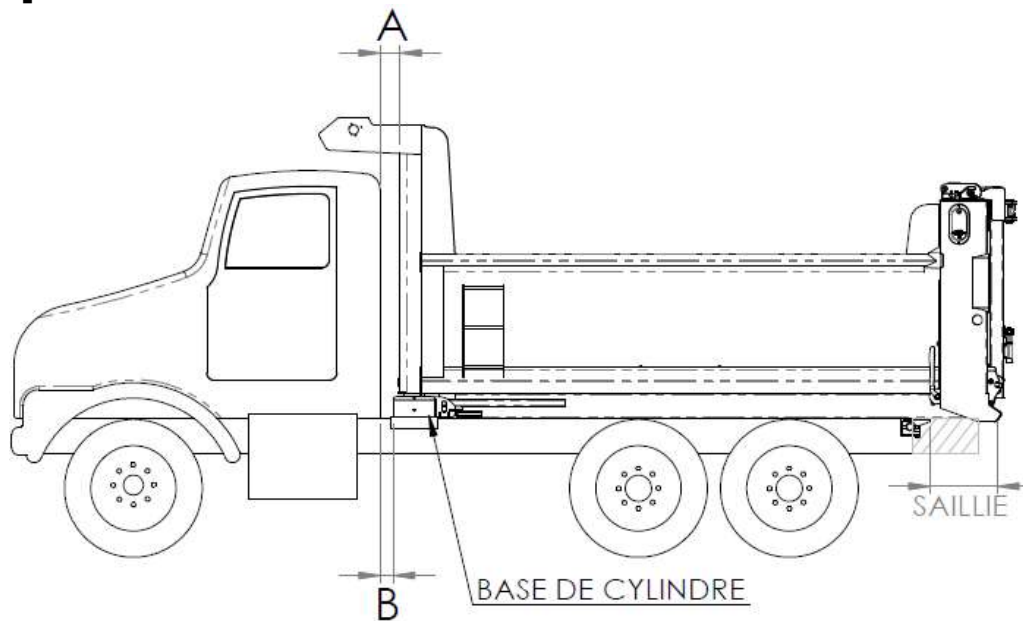

Fig. 1 – Localisation de la base de cylindre
Tout d'abord, vous devez déterminer la distance désirée (A) entre la benne et la cabine. Nous vous suggérons une distance de quatre (4) pouces. Toutefois, cette mesure peut varier à raison de la présence de tuyaux d'échappement, de valves, etc. La benne peut se situer à un minimum de trois (3) pouces de la cabine. Voir figure 1.